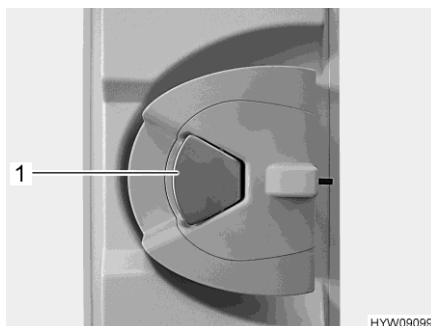

Fig. 54 Serratura della porta (porta del vano abitabile, lato interno)
- Quando la serratura della porta è bloccata: Tirare una volta la maniglia della porta (Fig. 54,1). La porta è sbloccata.
- Tirare la maniglia della porta (Fig. 54,1). La porta è aperta.
- Premere la maniglia della porta (Fig. 54,1).